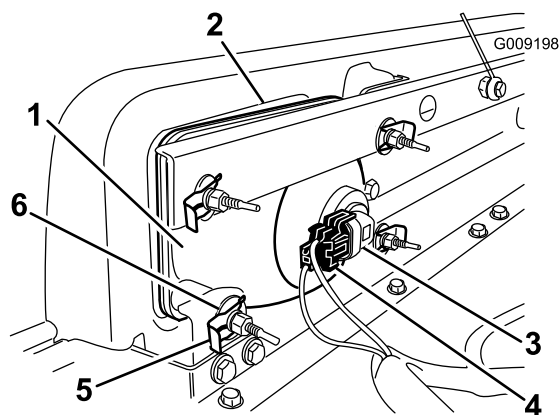

Figura 34
2. Rimuovete il gruppo faro anteriore spostandolo in avanti attraverso l'apertura nel paraurti anteriore (Figura 34).
3. Montate il nuovo faro anteriore attraverso l'apertura nel paraurti (Figura 34). Assicuratevi che i poli di regolazione siano allineati con i fori nella staffa di montaggio del paraurti.